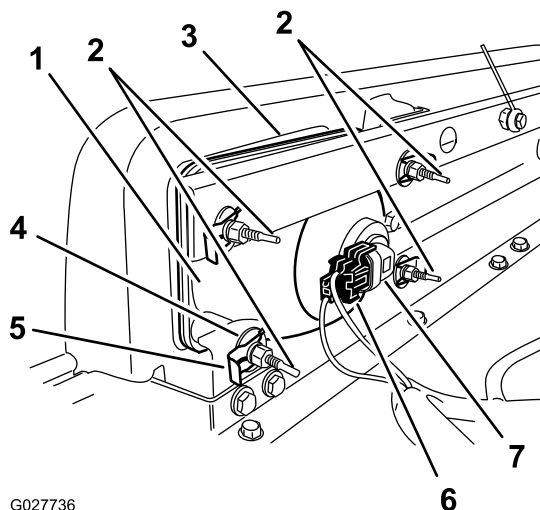

Figure 41
3. Débranchez le connecteur électrique de faisceau du connecteur du phare (Figure 41).
4. Déposez les clips rapides et les rondelles qui fixent le phare à son support (Figure 41).
5. Sortez le phare en le déplaçant vers l'avant à travers l'ouverture dans le pare-chocs avant (Figure 41).
6. Montez le phare neuf par l'ouverture dans le pare-chocs (Figure 41).
8. Branchez le connecteur électrique de faisceau au connecteur du phare (Figure 41).
2. Au dos du phare, tournez les vis de réglage (Figure 41) pour orienter le phare et aligner la position de son faisceau.